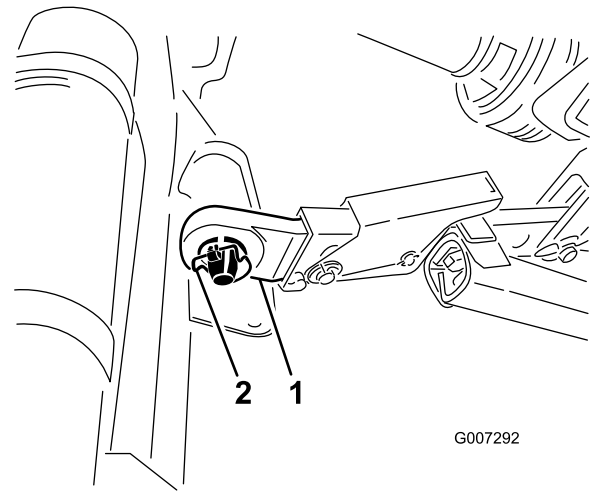

Bild 6
6. Befestigen Sie die Unterlenkerarme mit Klappsteckern an den Anbauvorrichtungsstiften (Bild 6).
5. Stecken Sie den rechten und linken unteren Gestängearm auf die Anbauvorrichtungsstifte (Bild 6).